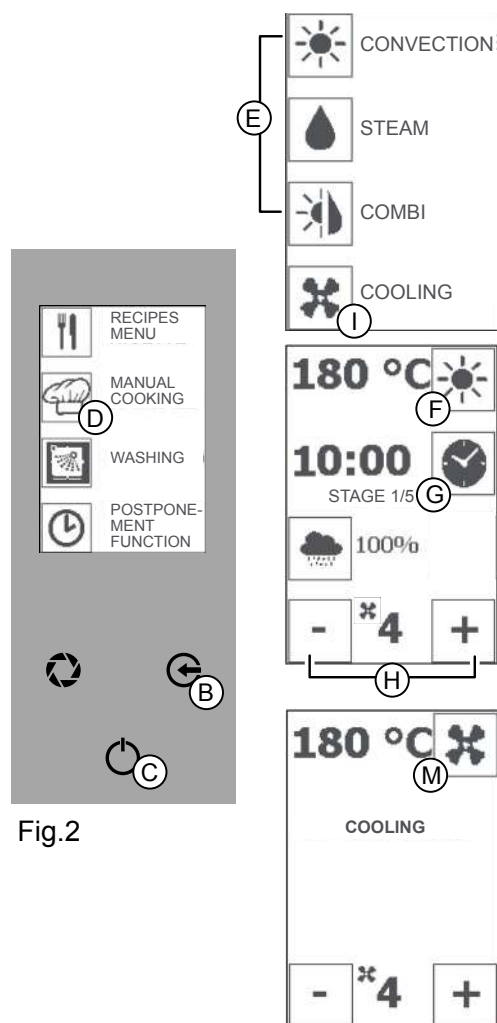

Fig.2
Druk op de icoon "HANDMATIG KOKEN" (Afb.2/D) en het gewenste type van kookmodus (Afb.2/E).
2. Druk op de iconen "MIN" en "PLUS" (Afb.2/H) om een waarde in te stellen tussen 1 en 6.
Druk meerdere malen op de toets "ESC" (Afb. 2/B) om de functie te onderbreken en naar het beginscherm terug te keren.
2. Druk 3 seconden op de icoon "TEMPERATUUR" (Afb.2/F).
Druk op de toets "ENTER" (Afb.2/C) om de functie te starten,
Druk op de toets "ENTER" (Afb.2/C) en op de toets "ESC" om de voorverwarming te stoppen en naar het beginscherm terug te keren.
Na het voltooien van de voorverwarming verschijnt de melding "LADEN" (Afb. 2 - Display 2): Open de deur en plaats het product. Sluit de ovendeur zodra het product is geplaatst. Het ingestelde kookproces wordt gestart.
Druk op de icoon "HANDMATIG KOKEN" (Afb.2/D) en op de icoon "KOELEN" (Afb.2/I).
Druk op de icoon "VENTILATIE" (Afb.2/M) en gebruik de iconen "MIN" en "PLUS" (Afb.2/H) om de gewenste temperatuur in te stellen **tot een minimum van 40°**. Druk op de toets "ENTER" (Afb.2/C) om de functie te starten.
Op de display verschijnt het betreffende beeldscherm (Afb.2/L)
Druk meerdere malen op de toets "ESC" (Afb. 2/B) om naar het beginscherm terug te keren.